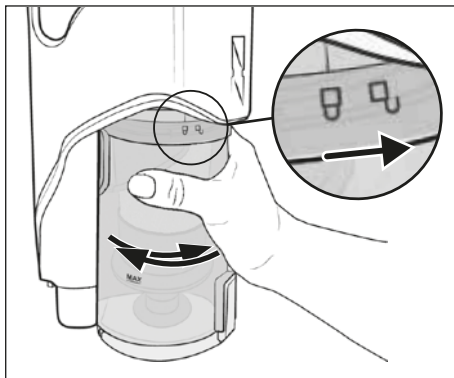

Fig. 23
- 8) Sæt støvbeholderen **7** ind i produktet igen, og drej den i retning af symbolet  (luk), indtil den sidder fast i produktet (se fig. 23).